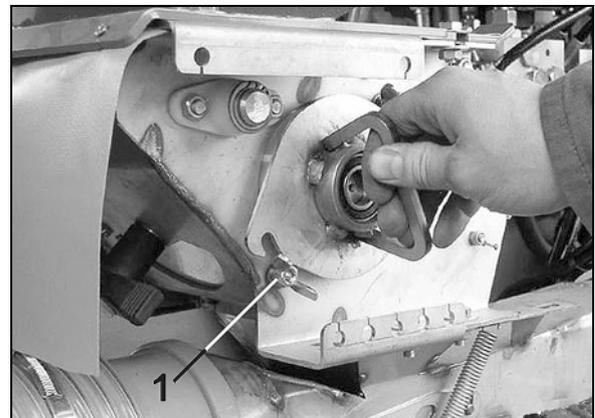

Fig. 58
3. Desserrez deux écrous à ailettes (Fig. 58 / 1), ne les dévissez pas.